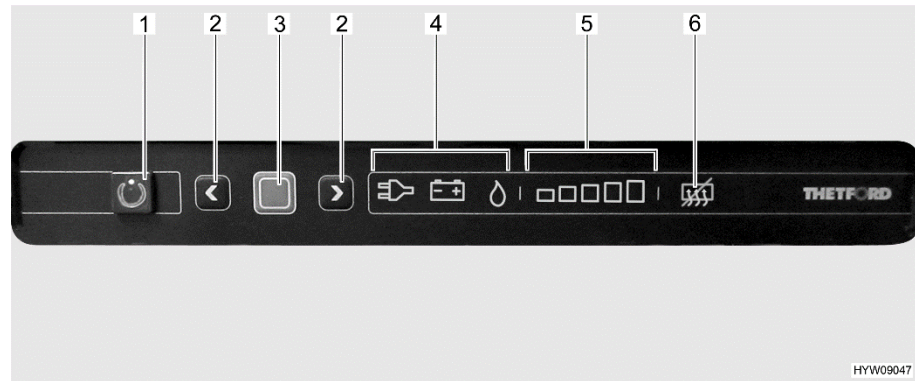

Fig. 154 Elementi di comando (frigorifero Thetford)
La modalità di funzionamento attuale è indicata da un simbolo luminoso (Fig. 154,4) sulla centralina di controllo.
Dopo l'accensione il frigorifero seleziona automaticamente la regolazione del termostato selezionata per ultimo. Questa impostazione può essere modificata manualmente con i tasti freccia (Fig. 154,2). Le barre luminose dell'indicatore del livello di refrigerazione (Fig. 154,5) visualizzano la temperatura selezionata sul termostato. Con i tasti freccia viene regolata la temperatura di refrigerazione per tutti i tre tipi di energia. Ci vogliono alcune ore prima che il frigorifero raggiunga la temperatura normale di esercizio. Cambiando la modalità di funzionamento la regolazione del termostato non viene modificata. La temperatura di refrigerazione è indipendente dal tipo di energia utilizzata.
- Premere il tasto On/Off (Fig. 154,1) per 1 secondo. Il tasto (Fig. 154,1) si illumina di verde. Dopo ca. 10 secondi, l'indicatore viene attenuato per risparmiare energia.
- Premere il tasto di conferma (Fig. 154,3). L'impostazione attuale della modalità di funzionamento viene visualizzata.
- Se non è impostata la modalità di funzionamento a gas: Per modificare l'impostazione, premere il tasto di conferma (Fig. 154,3) per ca. 2 secondi.
- Selezionare la modalità di funzionamento a gas con i tasti freccia (Fig. 154,2). L'alimentazione del gas è ora aperta. L'accensione avviene automaticamente. È udibile un ticchettio fino a quando procedura di accensione non è stata portata a termine.
- Premere il tasto di conferma (Fig. 154,3) per ca. 2 secondi.
- Premere nuovamente il tasto di conferma (Fig. 154,3). Il livello di refrigerazione attuale viene indicato dalle barre luminose (Fig. 154,5).
- Per modificare l'impostazione, premere i tasti freccia (Fig. 154,2) fino a visualizzare l'impostazione desiderata.
- Premere il tasto On/Off (Fig. 154,1) per ca. 2 secondi. Tutte le spie si spengono. Il frigorifero è spento.
- Se non è impostata la modalità di funzionamento 230 V: Per modificare l'impostazione, premere il tasto di conferma (Fig. 154,3) per ca. 2 secondi.
- Selezionare la modalità di funzionamento 230 V con i tasti freccia (Fig. 154,2).
- Se non è impostata la modalità di funzionamento 12 V: Per modificare l'impostazione, premere il tasto di conferma (Fig. 154,3) per ca. 2 secondi.
- Selezionare la modalità di funzionamento 12 V con i tasti freccia (Fig. 154,2).
- Premere contemporaneamente entrambi i tasti freccia (Fig. 154,2) e tenerli premuti per 2 secondi. Il simbolo di disattivazione della funzione anti-condensa (Fig. 154,6) si illumina.
- Premere di nuovo contemporaneamente entrambi i tasti freccia (Fig. 154,2) e tenerli premuti per 2 secondi. Il simbolo di disattivazione della funzione anti-condensa (Fig. 154,6) si spegne.